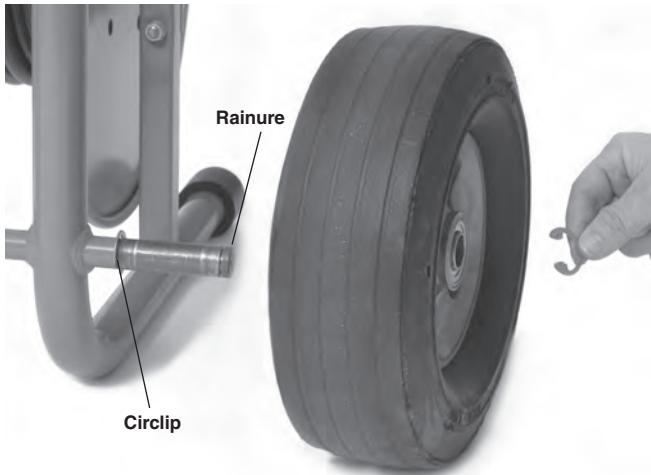

Figure 5 – Assemblage du KJ-2200
1. Engagez le circlip sur la rainure intérieure de chaque axe (*Figure 5*).